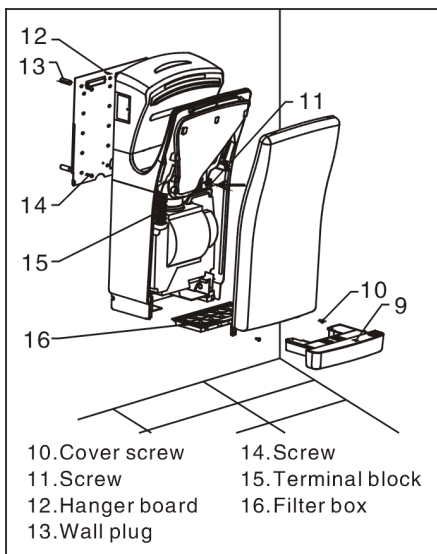

Abb.2
3. Entfernen Sie das Fach, die 2 Schrauben der Abdeckung und die Abdeckung und bewahren Sie sie auf (siehe Abb. 2).